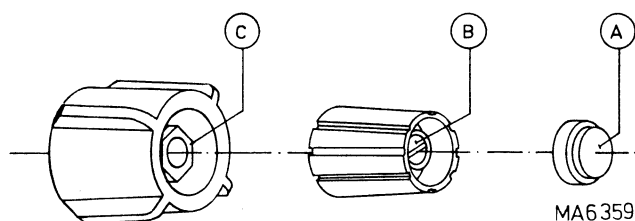

Fig. 3.15. Knobs
3.3.2.2. Single knobs (Fig. 3.15.)
3.3.2.3. Double knobs (Fig. 3.15.)